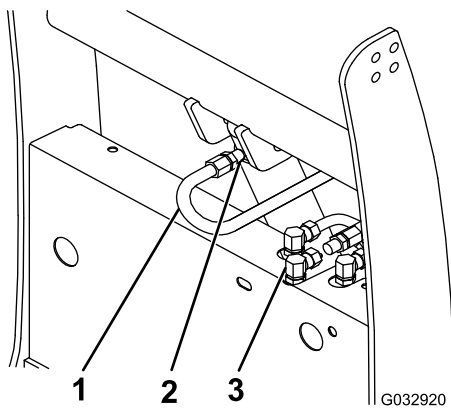

Bild 9
7. Entfernen Sie die Kappe am oberen Anschlussstück am Hubzylinder (Bild 9).
8. Verwenden Sie Gewindesperrmittel und schließen Sie das eine Ende des 39 cm kurzen Schlauchs am oberen Anschlussstück des Hubzylinders an (Bild 9). Drehen Sie das Anschlussstück, bis es handfest angezogen ist, und drehen es dann um weitere zwei oder drei Umdrehungen.
9. Erstellen Sie mit dem Schlauch eine „S“-Form und schließen Sie das freie Ende des Schlauchs am hinteren Anschlussstück des Hydraulikverteilers an (Bild 9). Drehen Sie das Anschlussstück, bis es handfest angezogen ist, und drehen es dann um weitere zwei oder drei Umdrehungen.